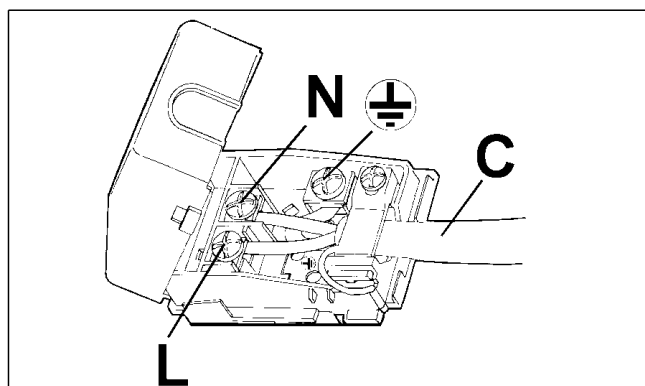

FIG. 11
- aplique ao cabo de alimentação "C", se estiver desprovido (ver a fig. 11), uma ficha normalizada adequada para a carga indicada na etiqueta de identificação. Ligue os fios respeitando o esquema da fig. 11 tendo o cuidado de respeitar as correspondências abaixo indicadas: